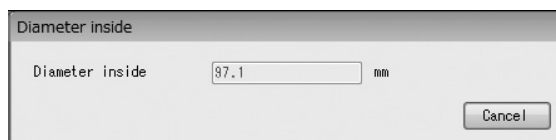

図3-29
- ① メニューの「Setup (S)」をクリックし、「Diameter inside」を選び再度クリックします。
- ② 次のウィンドウ (図3-29) が表示されます。ここでは測定管の内径を確認することができます。